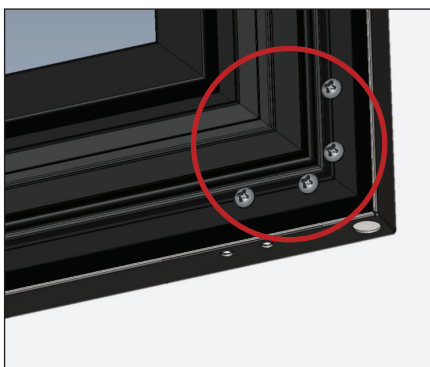

Рис. 8. Перенесите крепежные изделия, указанные в описании шага 5, на соответствующую противоположную сторону.
- Вставьте винты в отверстия напротив того места, в котором они располагались изначально. См. рис. 8.